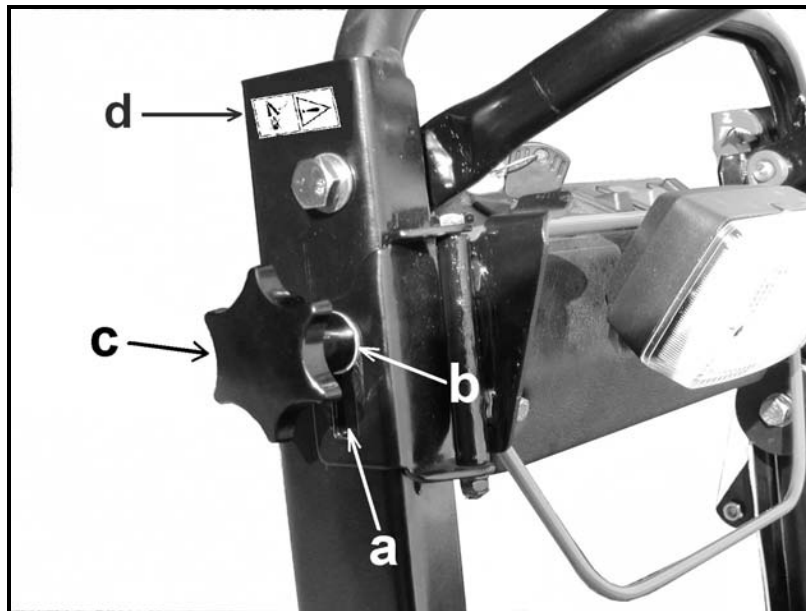

Abb. 14
- zusammengestellter Geschwindigkeitsbegrenzer stecken Sie auf dem rechten Haltertragstück der Schneefräse im Punkt wo das Vierkantloch sich befindet /a/ **Bild 14.**
- Sicherheitssymbol kleben Sie über **Bild 14** auf der gefettigten Oberfläche